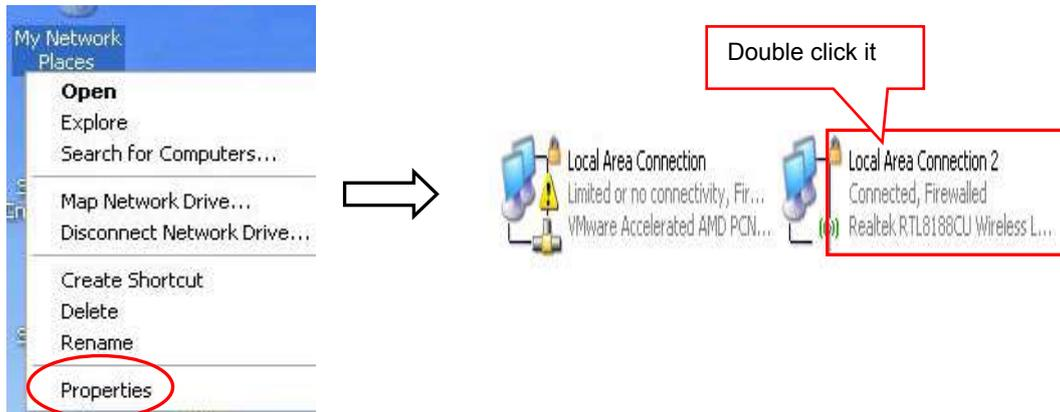

Figura 8
- (1) Consiga el modo de seguridad y encriptado de acuerdo a la información de la red dada por el administrador de la misma.
- (2) Encuentrela ingresando en el router del portal cautivo con la cuenta de administrador.
(3) Encuentrela a través del Sistema operativo Windows según los siguientes pasos (Win XP como ejemplo):
- ① Clic derecho en “mis sitios de red” y clic en “propiedades” luego doble clic en “local area conection” (Figura 8)